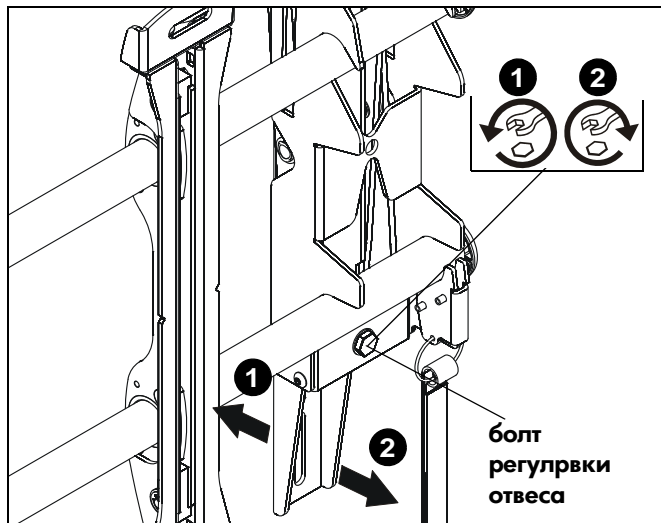

рис. 13
1. Чтобы отвести экран от стены, поверните регулировочный болт отвеса влево с помощью ключа 1/2" (X). (См. рис. 13)
2. Чтобы подвести экран к стене, поверните регулировочный болт отвеса вправо с помощью ключа 1/2" (X). (См. рис. 13)